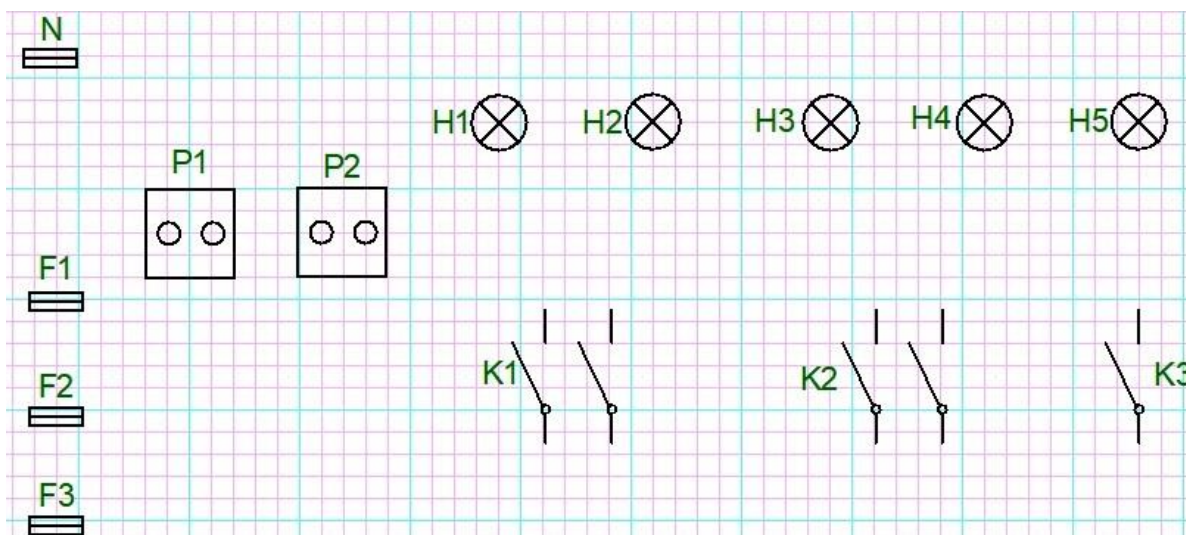

Figura 1.17 Plasarea simbolurilor pe foia de desen în Proficad
2. După plasarea și notarea aparatelor obțin schema din figura 1.17